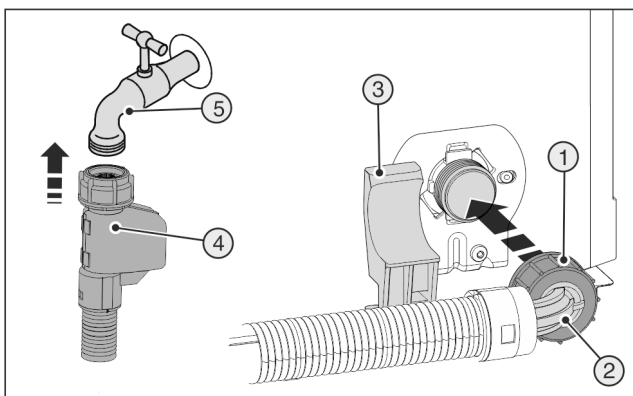

Fig. 22
- ▶ Свържете прави край на маркуча Fig. 22 (4) към спирателния кран Fig. 22 (5).